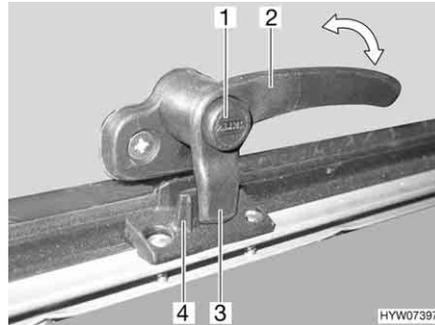
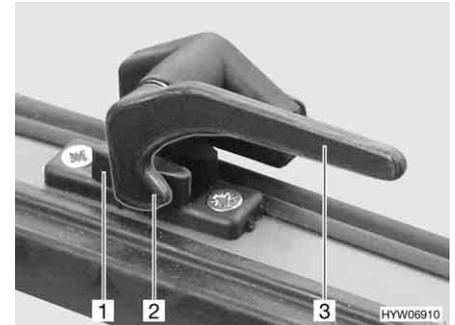

Fig. 52 Palanca de bloqueo con botón de seguridad en la posición de "cerrado"
Fig. 53 Palanca de bloqueo en la posición de "cerrado"
- Si existe, pulsar el botón de seguridad (Fig. 52,1) y mantenerlo pulsado.
- Girar la palanca de bloqueo (Fig. 52,2 ó Fig. 53,3) un cuarto de vuelta hacia la mitad de la ventana.
- Girar la palanca de bloqueo (Fig. 52,2 ó Fig. 53,3) un cuarto de vuelta hacia el marco de la ventana. El saliente de bloqueo (Fig. 52,3 ó Fig. 53,2) de la palanca de bloqueo se encuentra en la cara interior del bloqueo de la ventana (Fig. 52,4 ó Fig. 53,1).
- En la posición "cerrada fijamente" (Fig. 52 y Fig. 53)